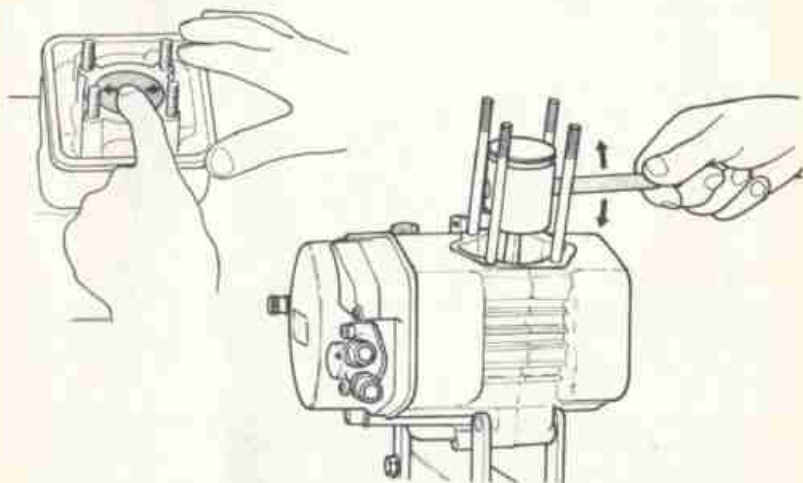

FIG. 51 Squadatura biella
- 21) PRIMA del montaggio del cilindro conviene controllare la perpendicolarità della biella. Per fare ciò occorre che il pistone sia senza segmenti, quindi infilare il cilindro e portare il pistone al Punto Morto Superiore. Spostare ripetutamente il pistone prima in un senso poi nell'altro lungo la direttrice dello spinotto e verificare se esso tende a mantenere la posizione impostagli la squadra va bene, se invece il pistone viene richiamato significa che la biella è leggermente storta, quindi smontare il cilindro e utilizzando una spina infilata nello spinotto, flettere leggermente dalla parte opposta per raddrizzarla (fig. 51). Verificare nuovamente come sopra descritto che si sia raggiunta la condizione ottimale.